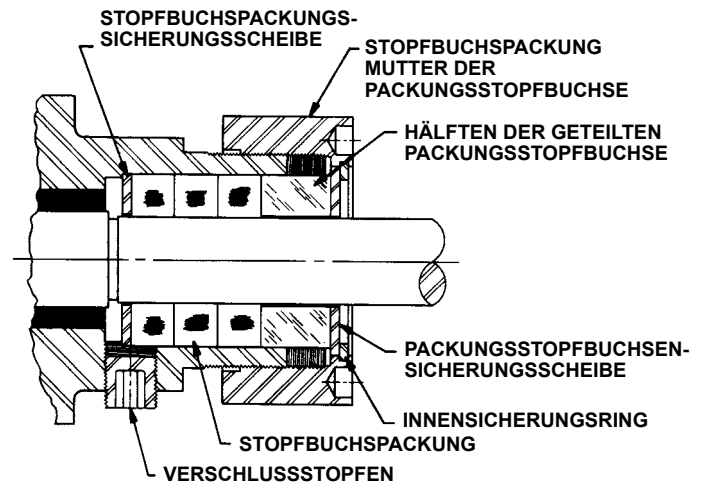

ABBILDUNG 4
6. **RESTLICHES ZERLEGUNGSVERFAHREN** für Pumpen der Serie 724 mit Stopfbuchspackung (siehe Abbildung 4).
1. ZUSAMMENBAU VON SERIE 724 (siehe Abbildung 4).